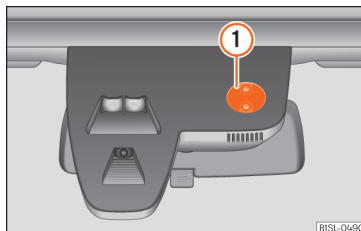

Abb. 116 Referenzfläche des Regensensors.
Einige Beispiele der möglichen Ursachen für Störungen und Fehlinterpretationen im Bereich der Referenzfläche »» **Abb. 116** ① des Licht-/Regensensors: